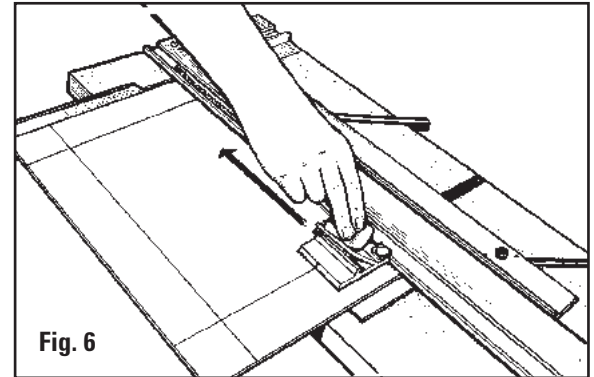

Fig. 6
- Relâchez le goujon anti-glissement et tirez la tête de découpe vers vous jusqu'à ce que le repère de début et de fin s'aligne avec la ligne tracée sur la feuille à passe-partout la plus proche de vous. NE DÉPASSEZ PAS CETTE LIGNE ! **Fig. 6**
- Lassen Sie den Kriechschutzstift los und ziehen Sie den Schneidekopf zu sich hin, bis die Start- und Stopp-Anzeigelinie mit der Ihnen am nächsten liegenden Linie auf dem Passepartoutkarton. GEHEN SIE NICHT ÜBER DIESE LINIE HINAUS! **Abb. 6**
- Libere el Pasador Anti-Arrastre y tire del cabezal del corte hacia usted hasta que la línea Indicadora de Inicio y Parada se alinee con la línea en la lámina perimétrica más cercana a usted. ¡NO VAYA MÁS ALLÁ DE LA LÍNEA! **Fig. 6**
- Rilasciare il perno anticivolo e tirare la testa di taglio verso di voi finché l'indicatore di inizio e di fine non si allinei con la linea sul cartoncino più vicina a voi. NON SUPERARE LA LINEA! **Fig. 6**